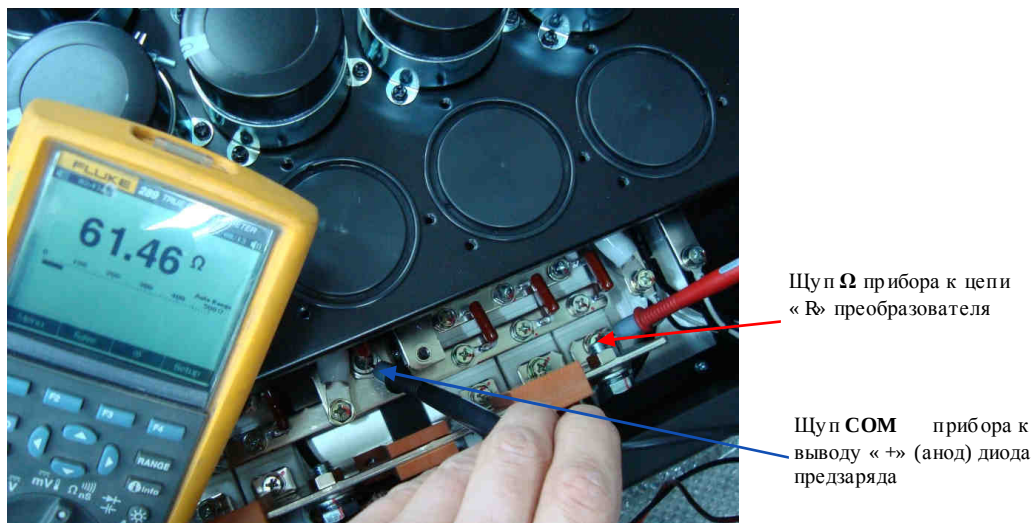

Рис. 4.15.
4.10.4. Проверить резистор предзаряда (рис. 4.15), подсоединяя мультиметр в режиме измерения сопротивления к цепи «R» и к выводу «+» (анод) диода предзаряда. Показания прибора должны быть в пределах $60 \text{ Ом} \pm 10\%$. При иных показаниях прибора резистор предзаряда считается неисправным и подлежит замене.